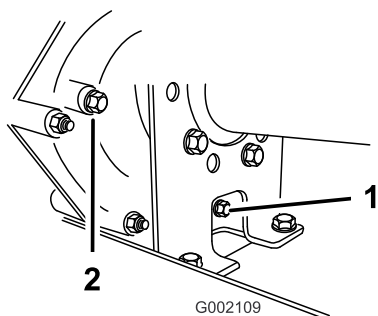
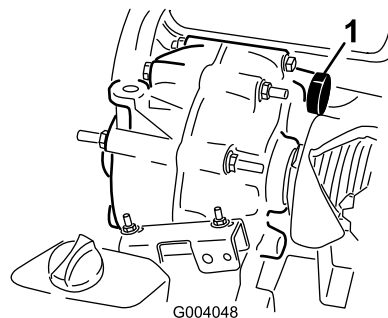

Figura 57
Figura 58
2. Limpie la zona alrededor de los tapones de vaciado y llenado con un trapo (Figura 57).
4. Retire el indicador girándolo en sentido antihorario (Figura 57).
5. Retire el indicador girándolo en sentido antihorario (Figura 57).
6. Instale y apriete el tapón de vaciado y la junta en el orificio de llenado de la transmisión (Figura 57).
7. Llene el depósito (Figura 58) a través del orificio de llenado con aproximadamente 1,4 litros de aceite del tipo especificado, hasta que el nivel de aceite de la transmisión esté enrasado con el borde inferior de la rosca (Figura 57).
8. Instale y apriete el tapón y la junta en el orificio de llenado de la transmisión (Figura 57).
10. Compruebe el nivel de aceite y añada más si el nivel de aceite está por debajo de las roscas del orificio de llenado (Figura 57).